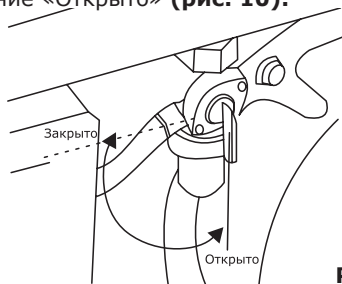

Рис. 10
6. Верните топливный кран в положение «Открыто» (рис. 10).